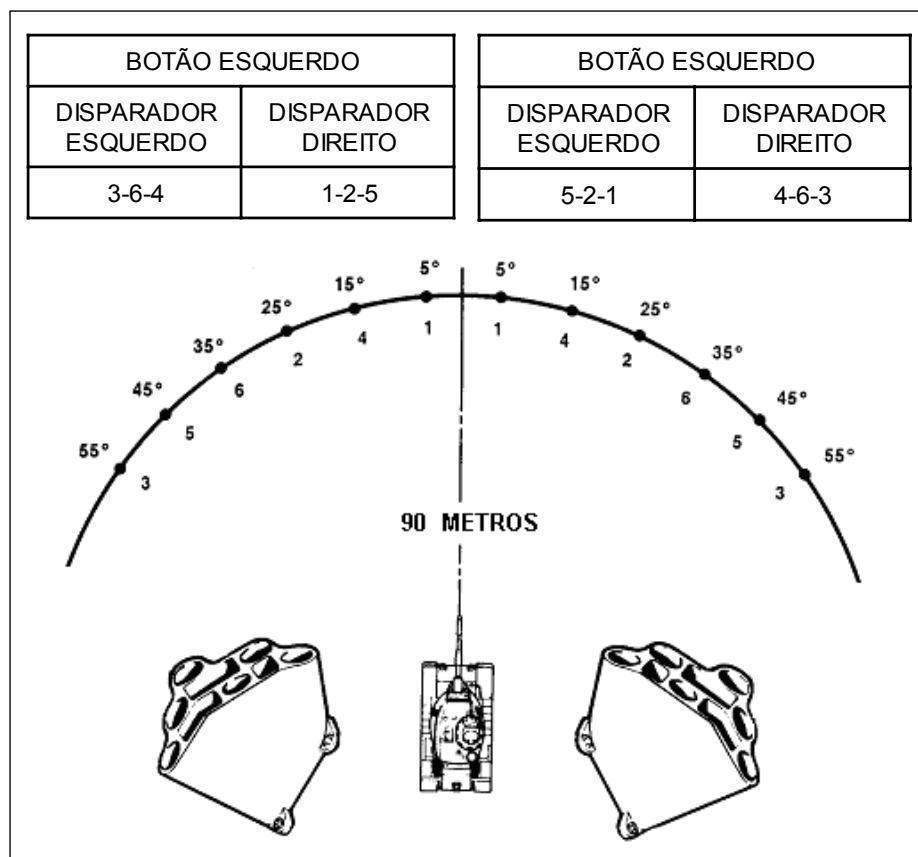

Fig 4-80. Método de disparo
a. Operação (Fig 4-80 a 4-82)
(1) O sistema de lançamento de granadas fumígenas fornece ao CC a capacidade de se auto-ocultar. Consiste de 2 (dois) lançadores, 2 (duas) coifas(tampas), 2 (dois) alojamentos de granadas e 1 (uma) caixa comando dos lançadores. Os 2 (dois) lançadores são montados de cada lado do CC.
(2) As granadas fumígenas podem ser disparadas das seguintes maneiras: